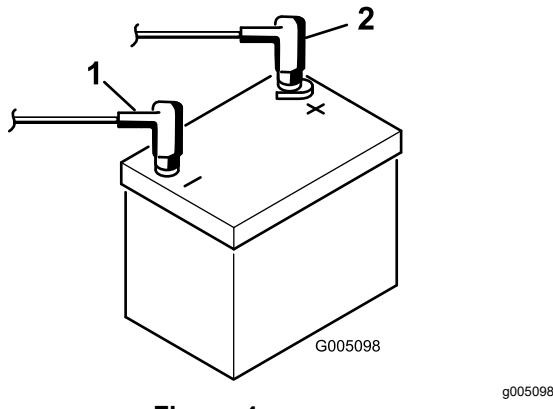

Figura 4
8. Conecte el cable positivo (rojo) al borne positivo (+) y el cable negativo (negro) al borne negativo (−) de la batería usando pernos y tuercas (Figura 4).